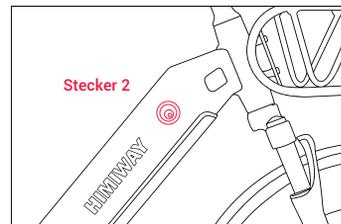

Abbildung 9
Schritt 3: Entfernen Sie die Gummiabdeckung der Ladebuchse und stecken Sie den Gleichstromstecker (Stecker 2) des Ladegeräts in die Akkuladebuchse (Abb. 9).